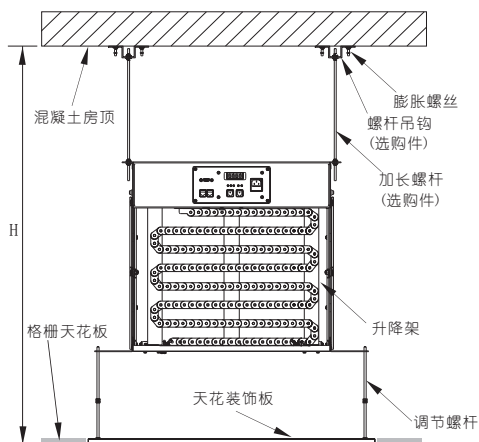

图4 较高天花的安装方式
- B. 如果 $H > H_1$ (假设 H_2 调至最长状态)，则需要通过加长螺杆 (选购件) 来安装，见图4。